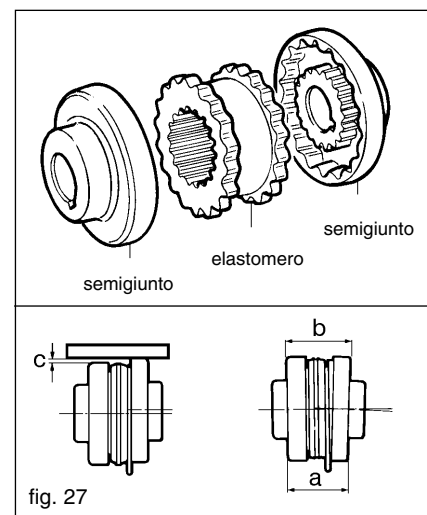

fig. 27
12.11 Sostituzione elastomero giunto SURE-FLEX (fig. 27)
- **Radiale:** (fig. 27) con una riga, appoggiata sulla superficie esterna dei semigiunti e in almeno quattro punti della circonferenza, misurare il massimo disallineamento (quota C) e riportarlo il più possibile prossimo a zero (vedi tabella).
- **Angolare:** (fig. 27) con un calibro misurare in almeno quattro punti la distanza tra i due semigiunti e portare la variazione (b-a) quanto più possibile prossima a zero (vedi tabella).